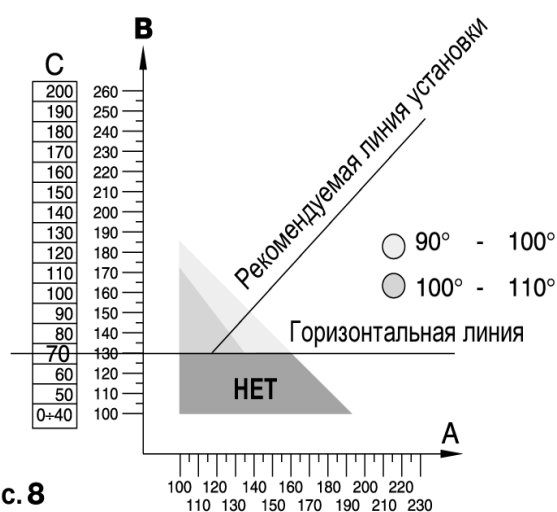

Рис. 8
- 1.2 Найдите величину С на графике соответствующей модели МОBY и нарисуйте горизонтальную линию (рис. 8).